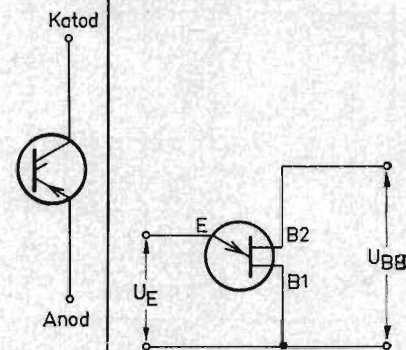

Fig 9. Unijunctiontransistorns schema-symbol samt de olika elektrodernas beteckning.
Unijunctiontransistorn har, se fig 9, tre elektroder med benämningarna emitter (E), bas 1 (B1) och bas 2 (B2). Att i detta gå in på denna transistors verkningsätt skulle föra för långt, men en kort orientering kan vara på sin plats i detta sammanhang.